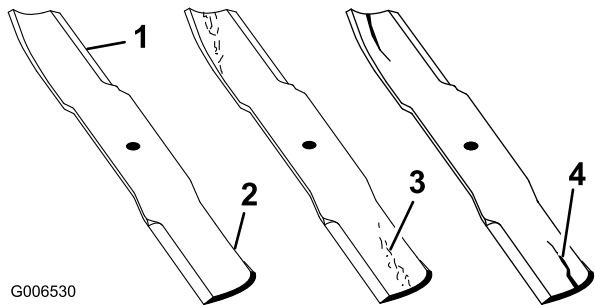

Figura 42
1. Inspeccione as extremidades de corte (Figura 42).
2. Inspeccione as lâminas, especialmente a área em curva (Figura 42).
Nota: Se verificar quaisquer danos, desgaste, ou a formação de ranhuras nesta área (item 3 em Figura 42), instale imediatamente uma lâmina nova.